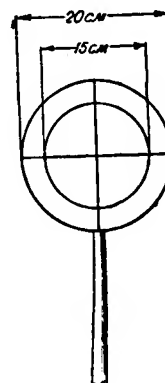

Рис. 124. Прибор за определяне боя на картечницата
- приборът за определяне боя на картечницата (рис. 124) е изготвен в частта от тел и се състои от два кръга с диаметър 15 и 20 см, свързани помежду си със спици. Вътрешният кръг на прибора е предназначен за проверяване групираността на боя на картечницата (групираността на попаденията в щита) при стрелба с единичен огън, а външният кръг — за проверяване групираността на боя при стрелба с автоматичен огън.